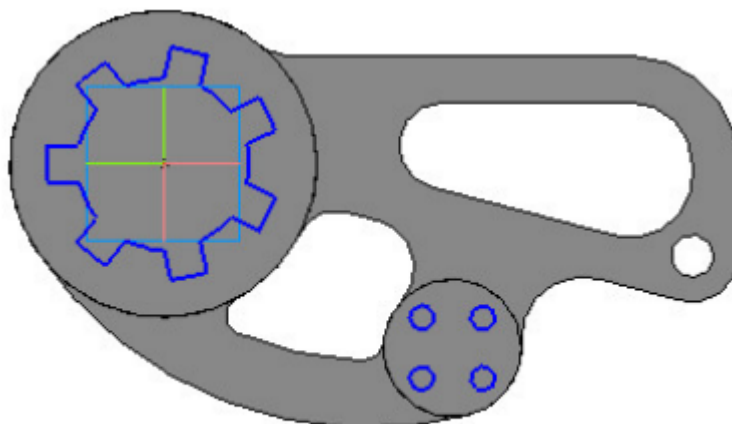

Рис. 10.6
- сделайте активным окно модели, создайте новый эскиз на плоскости выдавленной бобышки и вставьте в него сохраненные в буфере элементы с привязкой в точке начала координат эскиза (рис. 10.6);